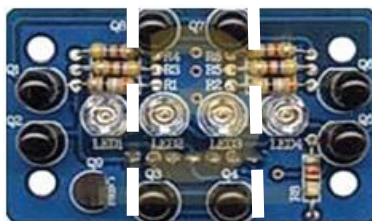

Рис. 43. Три зоны обнаружения препятствий ИК-глазом.
*ИК-глаз* служит для обнаружения препятствий на расстоянии до 20 см. Плату ИК-глаза можно условно разделить на три части (рис. 43):
ИК-глаз дает сбивчивые показания. Нельзя установить чёткую закономерность.	Если вы установите отражатели по линиям, показанным на рис. 43, то качество показаний возрастёт. Отражатель изготавливается из плотного картона, обклеенного металлизированным скотчем, который, подобно зеркалу, отражает ИК-лучи только в своей зоне. Простое приспособление позволяет составлять творческие проекты по прохождению лабиринтов (см. подробнее в параграфе об ИК-глазе).